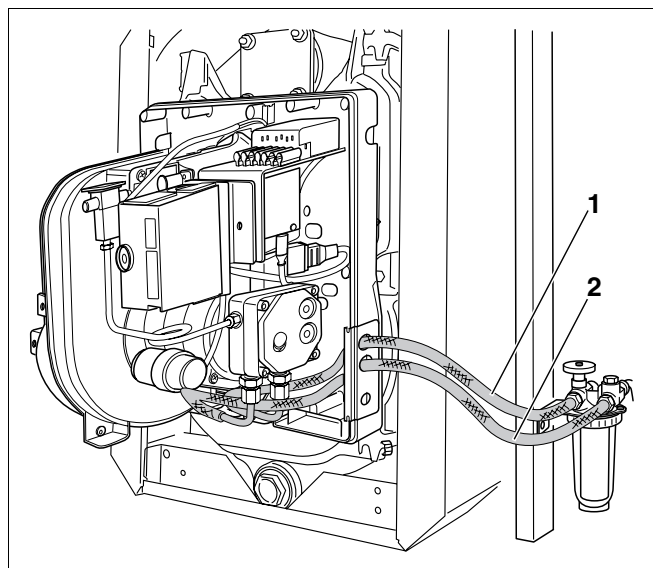

Fig. 7 Tilslutning af olieledninger
- Tilslut olieslanger (fig. 7, pos. 1 og 2; oliesuge- og returledning, omløbsmøtrik 3/8" med slangetilslutning) til oliefiltret og returledningens tilslutning (bemærk pilenes retning).